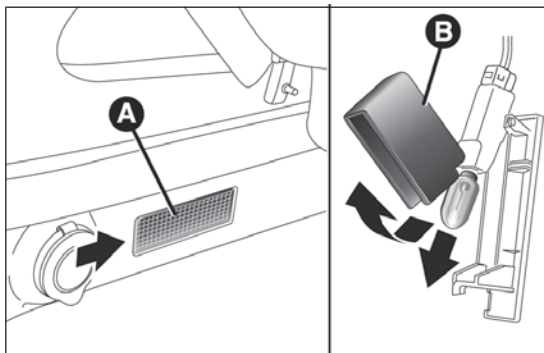

fig. 198
- ☐ aprire il bagagliaio ed estrarre la plafoniera A fig. 198 agendo nel punto indicato dalla freccia;